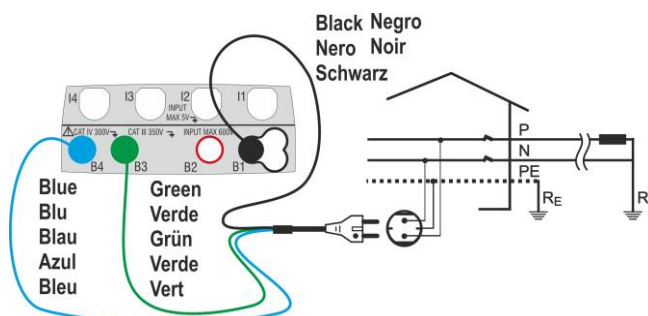
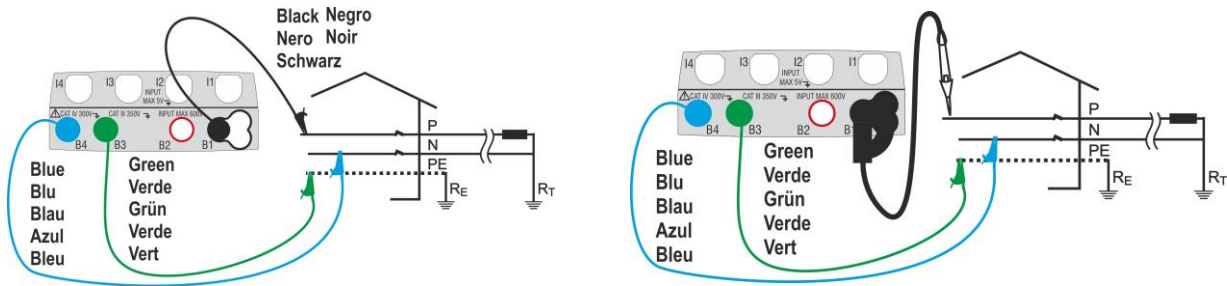
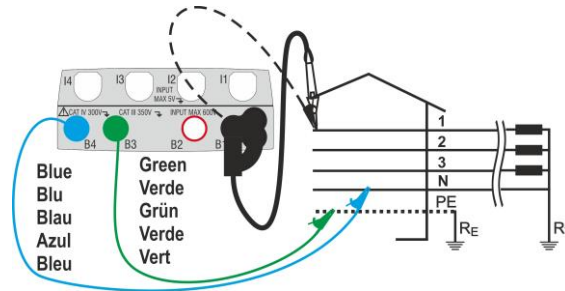
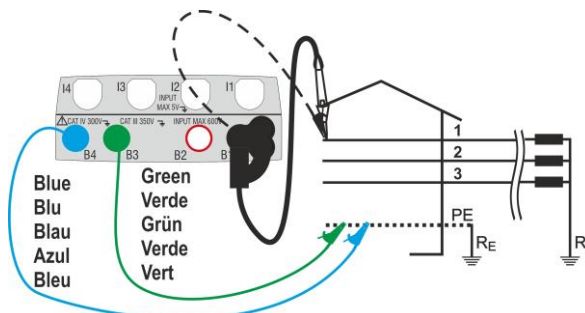

Fig. 17: Medição P-N/P-PE em instalações monofásicas/bifásicas 230V com ficha shuko
Fig. 18: Medição P-N/P-PE em instalações monofásicas/bifásicas 230V com cabos e ponteira remota
Fig. 19: Medição P-N/P-PE em instalações trifásicas 400V+N+PE com cabos individuais e ponteira remota
Fig. 21: Medição P-PE/P-N em instalações 400V + PE (não N) com cabos individuais e ponteira remota
4. Conectar a ficha shuko, os crocodilos ou a ponteira remota à rede elétrica de acordo com as Fig. 17, Fig. 18, Fig. 19 e Fig. 21.
4. Desconectar, quando possível, todas as cargas conectadas a jusante do ponto de medição visto que a impedância dos referidos utilizadores poderá influenciar os resultados do teste. Conectar a ficha shuko, os crocodilos ou a ponteira remota à rede elétrica de acordo com as Fig. 17, Fig. 18, Fig. 19 e Fig. 21 no ponto o mais próximo possível da proteção em exame